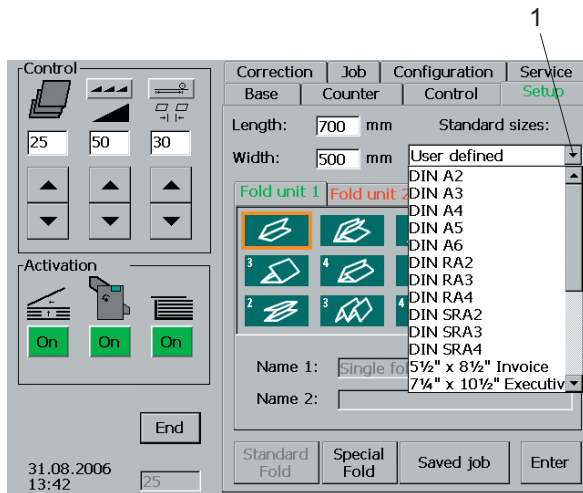

Fig. 18 Standard sheet sizes
1. Touch the arrow (Fig. 18/1) below „Standard sizes“.